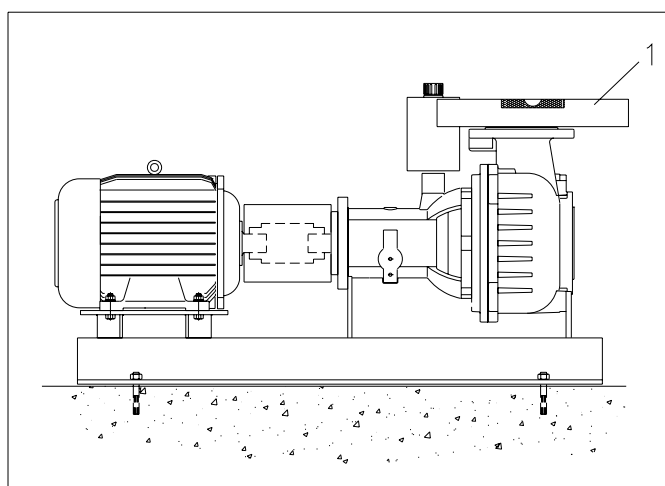

Fig. 7.2
- * Sind die Flansche genau ausgerichtet (bzw.mit Wasserwaage Fig.7.2 (1))